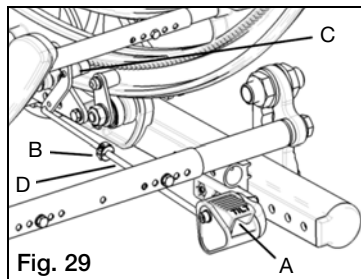

Fig. 29
- Deprima pedal de inclinación (Fig. 29:A).
- Con una llave Allen de 3mm, afloje el collar de bloqueo (Fig. 29:B) aflojando el tornillo en el cuello.
- Con engranaje (Fig. 29:C) participando plenamente en los dientes del bastidor giratorio, y con el pedal de inclinación liberado, vuelva a colocar el collar de bloqueo contra el extremo del tubo (Fig. 29:D) y apriete el tornillo de la abrazadera.